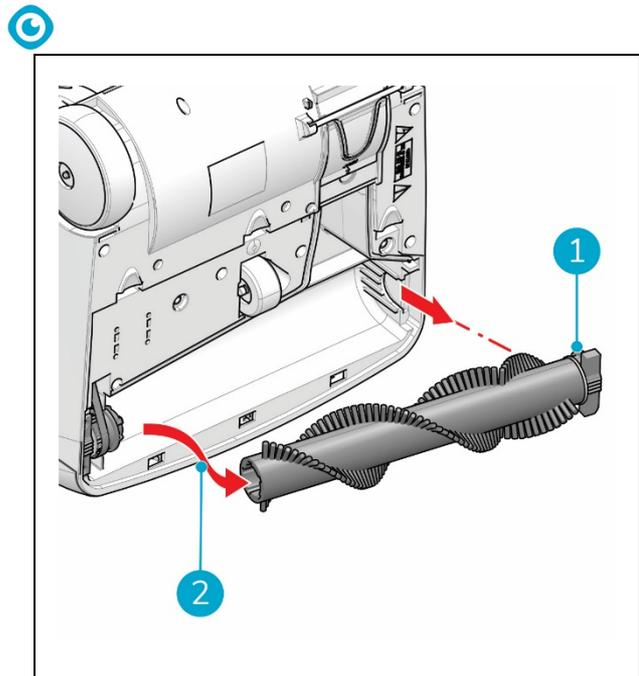

Figura 26
5. Estrarre la spazzola rotante dall'impugnatura (Figura 26, pos 1) ed estrarla come indicato in Figura 26, pos 2.